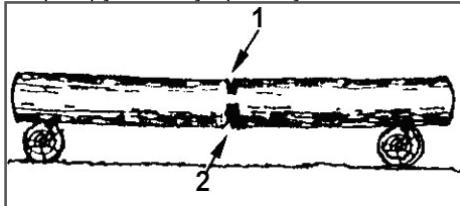

Рис. 15 Пропилы при раскряжевке дерева на двух опорах
- Бревно лежит на двух опорах (Рис. 15). Разгрузочный пропил (1) на 1/3 бревна делается сверху. Основной пропил (2) делается снизу навстречу разгрузочному пропилу.